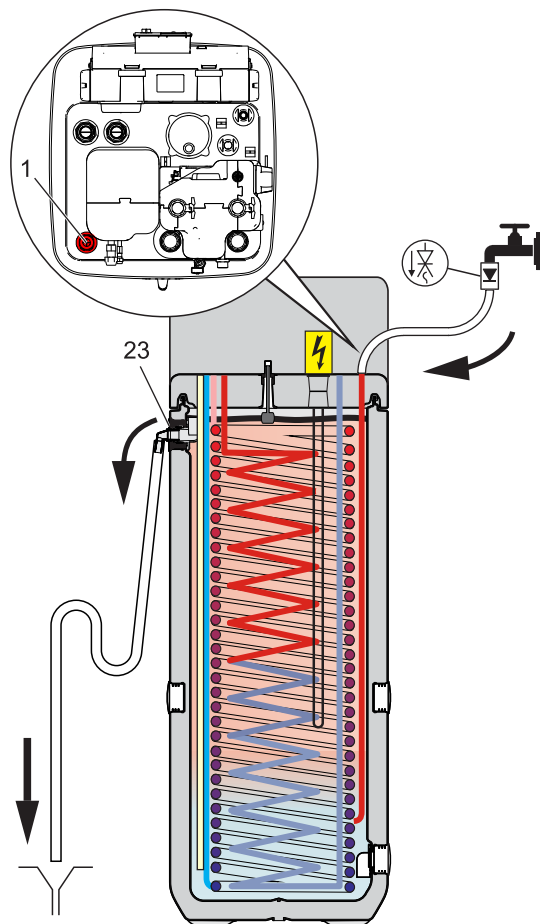

Bild 7-1 Befüllung Pufferspeicher - ohne Solarsystem
- Füllschlauch mit Rückflussverhinderer (1/2") an den Anschluss "DrainBack Solar - Vorlauf" (siehe Bild 7-1, Pos. 1) anschließen.
- Speicherbehälter der Daikin Altherma EHS(X/H) befüllen bis Wasser an dem Anschluss (Bild 7-1, Pos. 23) austritt, welcher als Sicherheitsüberlauf angeschlossen wurde.